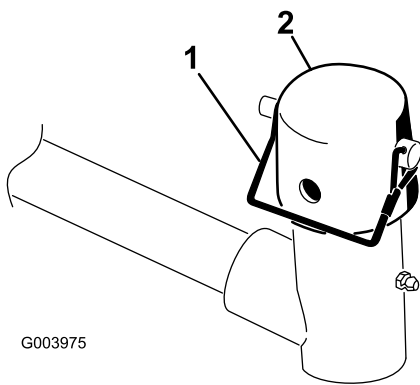

Figura 10
7. Retire el pasador de seguridad y el tapón de la horquilla de pivote del brazo de elevación (Figura 10).
11. Coloque el tapón sobre el eje del bastidor de tiro y la horquilla del brazo de elevación. Utilice la ranura si se desea una unidad de corte dirijible, y utilice el taladro si la unidad de corte va a quedar bloqueada en una posición fija (Figura 10).